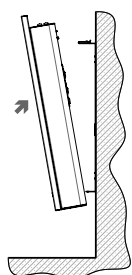

FIGURE 3
1. Insérez les crochets inférieurs du support mural dans l'appareil. (FIGURE 3)